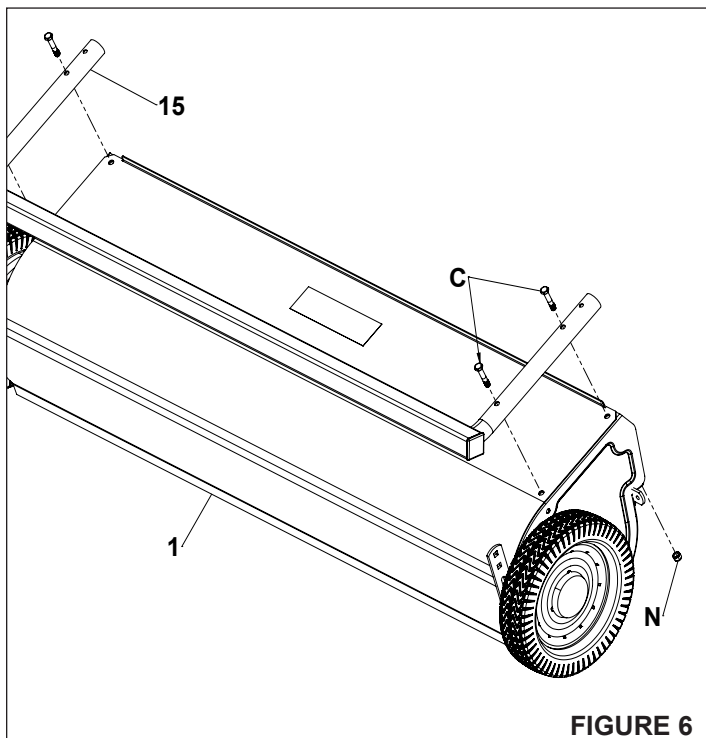

FIGURE 6
ÉTAPE 6: (VOIR LA FIGURE 6)
- Fixez l'ensemble d'attelage soudé (15) au carter (1) à l'aide de quatre boulons à tête hexagonale (C) et de quatre écrous frein (N) pour chaque attelage.